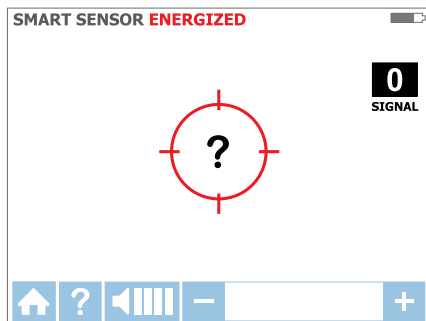

图3.1c
3. 使接收器后方的智能传感器指向目标区域。如果屏幕上的红色标靶中闪烁显示“?”，表示未检测到信号。将智能传感器靠近目标区域，直到检测到信号，您将会看到方向箭头。如果未检测到信号，可使用接收器上的“+”按钮提高灵敏度。(见图3.1c)*